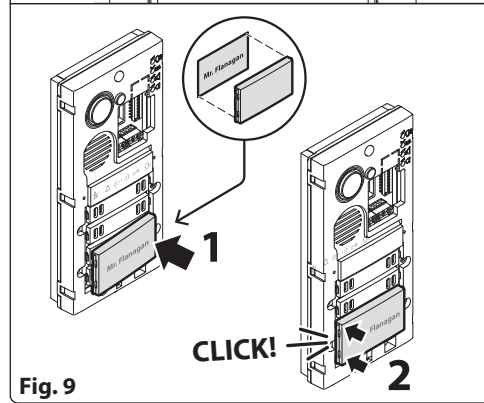

Fig. 9
2. Place the desired nameplates (two or four buttons layouts) first on one side and then pressing gently on the other until you hear a **CLICK!** Make the appropriate dip-switch settings (Fig. 9).
2. Posizionare i cartellini desiderati (layout a due o quattro pulsanti) prima su un lato e poi premendo delicatamente sull'altro fino a sentire un **CLICK!** Effettuare le opportune impostazioni dei dip-switch (Fig. 9).
2. Placez les étiquettes souhaitées (configuration à deux ou quatre boutons) d'abord d'un côté, puis appuyez doucement de l'autre côté jusqu'à entendre un **CLIC !** Effectuez les réglages appropriés des dip-switches (Fig. 9).
2. Plaats eerst de gewenste naamplaatjes (twee of vier knoppen) eerst aan één kant en druk vervolgens voorzichtig op de andere kant totdat u een **KLIK hoort!** Stel de nodige dip-switch instellingen in (Fig. 9).
2. Coloque primero las placas identificativas deseadas (disposición de dos o cuatro botones) en un lado y, a continuación, presione suavemente en el otro lado hasta que oiga un **CLIC.** Realice los ajustes adecuados en los interruptores DIP (Fig. 9).
2. Coloque as placas de identificação desejadas (disposição de dois ou quatro botões) primeiro num lado e, em seguida, pressione suavemente no outro lado até ouvir um **CLIQUE!** Efetue as configurações adequadas no interruptor DIP (Fig. 9).